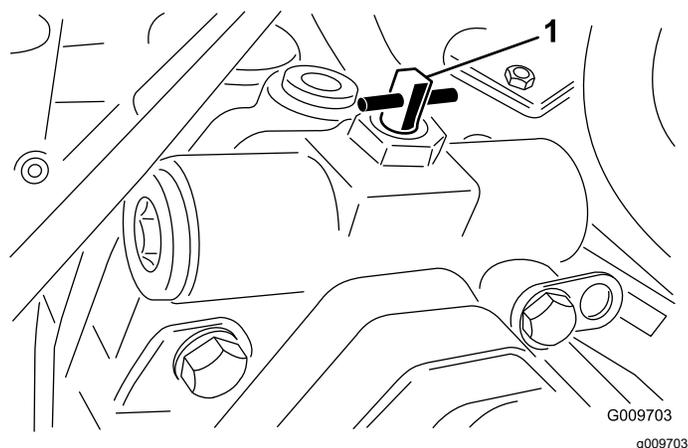

Рисунок 77
- Поверните перепускной клапан на 90° ($\frac{1}{4}$ оборота) в любом направлении, чтобы открыть его и обеспечить внутренний перепуск масла (**Рисунок 77**).